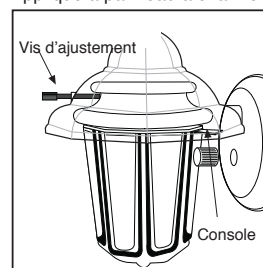

Figure 7
- Si l'applique est à verrerie à vis d'ajustement avant, desserrer cette dernière avec précaution, retirer la verrerie et insérer l'ampoule. Remonter le verre avec précaution en ajustant sa partie arrière dans les consoles, puis le fixer au moyen des vis d'ajustage. Noter que la vis d'ajustage et la console sont à des niveaux différents sur la corniche. (voir la figure 7).